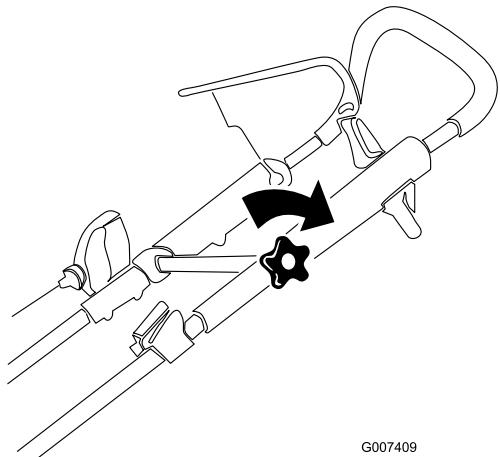

Figura 5
- Mueva el manillar superior a la posición deseada y apriete firmemente el pomo del manillar superior (modelo 20999 solamente) (Figura 5).